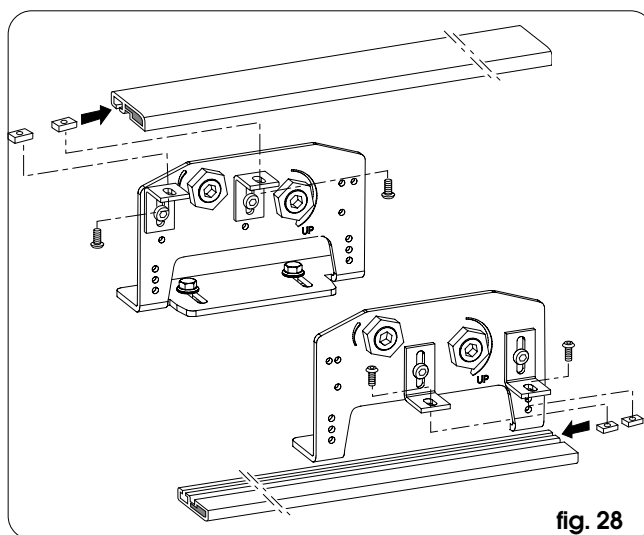

fig. 28
- Fissare, ad ante aperte, le aste di movimentazione ai carrelli con le viti tiranti M5 in dotazione (fig. 28) in modo che il relativo attacco sulla cinghia si trovi adiacente alla puleggia (di rinvio o motore);
- Fissare, ad anta chiusa, l'asta di movimentazione al carrello con le viti tiranti M5 in dotazione (fig. 28) in modo che il relativo attacco sulla cinghia si trovi adiacente alla puleggia (di rinvio o motore);